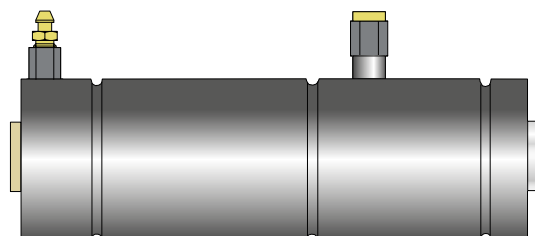

Figura 13: Cilindro operatore seguitoro
8.4 Il cilindro seguitoro (figura 13)